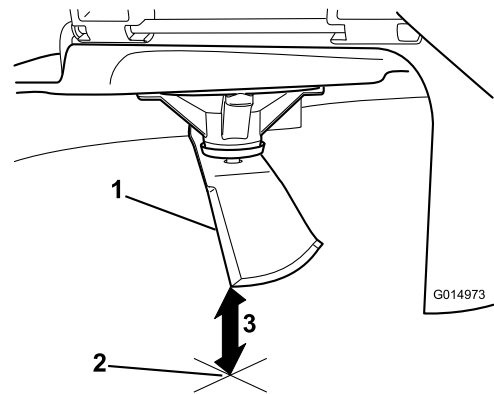

Bild 66
5. Messen Sie von der Messerspitze bis zu ebenen Fläche (**Bild 66**).